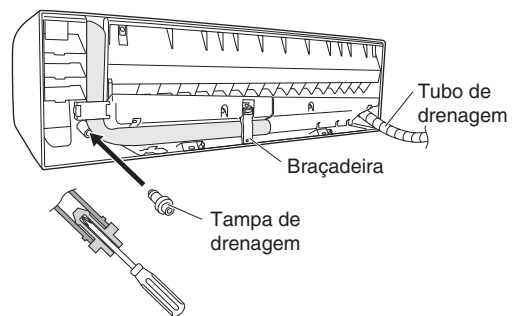

Fig. 3-30
- (d) Reinstale o tubo de drenagem no lado esquerdo e a tampa de drenagem no lado direito. (Fig. 3-30)
- (3) Instale a unidade interior no painel traseiro.
- (4) Ligue a tubagem e a cablagem encaminhada para dentro desde o lado de fora.
- (5) Depois de concluir um teste de fuga, junte a tubagem com uma fita de blindagem e guarde-a dentro da área de armazenamento de tubagem na parte posterior da unidade interior, segurando-a com braçadeiras. (Figs. 3-30 e 3-32)